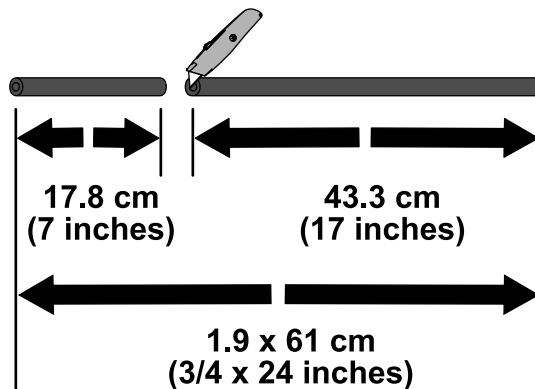

Figure 4
1. Mesurez 17,8 cm à partir du bout du flexible (1,9 x 61 cm) et repérez ce point (Figure 4).